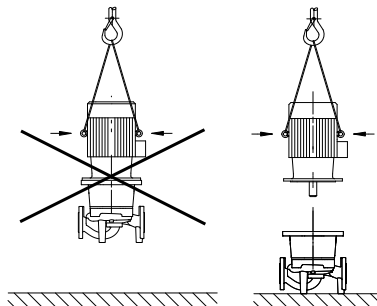

Fig. 20: Транспортировка электродвигателя
- Подъемные проушины на электродвигателе могут использоваться только для транспортировки электродвигателя и не должны использоваться для транспортировки всего насоса (Fig. 20).